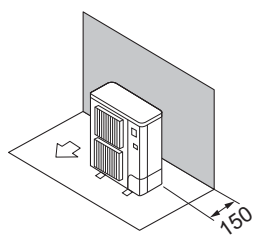

Fig. 3-5
- ① Kun forhindringer bagved (Fig. 3-5)